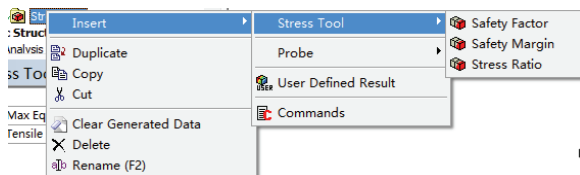

图 6-41 添加应力系数图
11) 在 Stress Tool 对象上单击右键, 然后选择 Insert>Stress Tool>Safety Factor, 如图 6-41 所示, 此时在树结构图中将出现 Safety Factor 对象。